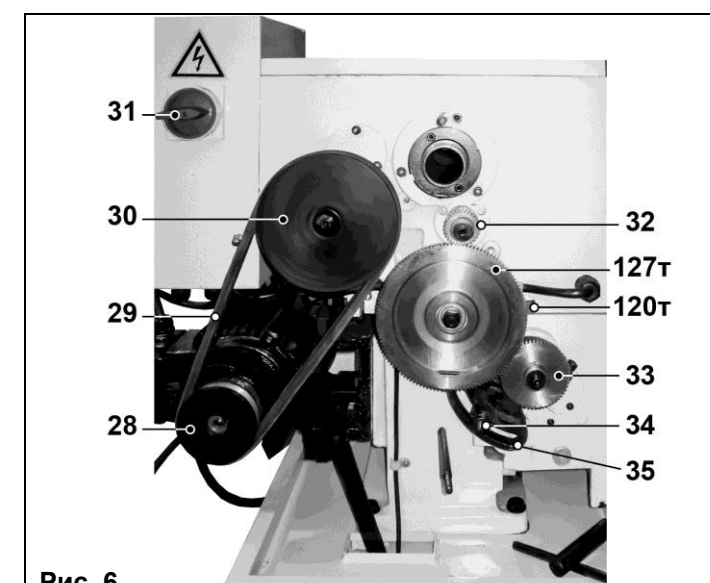

Рис. 6
8. СБОРКА СТАНКА (Рис. 6 – 7)
8.4. Проверьте крепление (100т) и сцепление шестерни (100т) с шестернями (32 и 35), при необходимости установите правильное зацепление и надёжное закрепление шестерни (120т) поворотной рамой (35) и болтом (34), Рис.6.